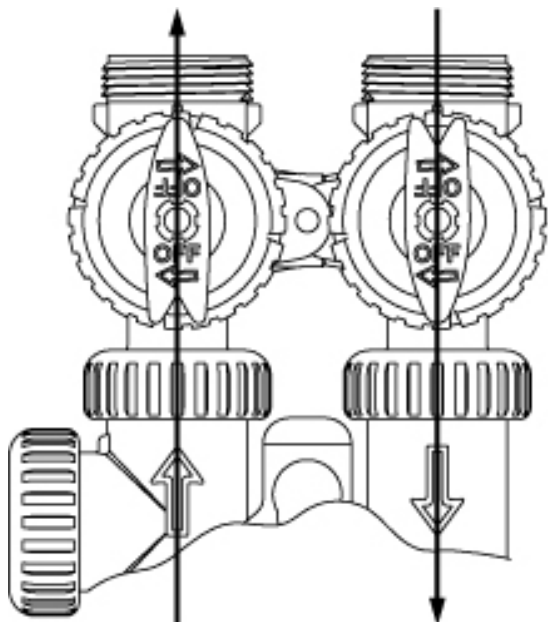

Рисунок 2
- 2. Положение *Байпас*:** Ручки *Вход* и *Выход* направляются к центру клапана байпаса; управляющий клапан отключается от давления воды из системы трубопроводов. Неочищенная вода подается в систему трубопроводов. (См. Рисунок 2).